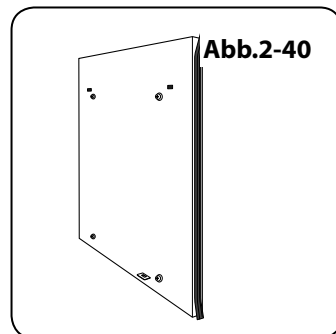

Abb.2-40
- Und ein Teiler (**Abb.2-40**)